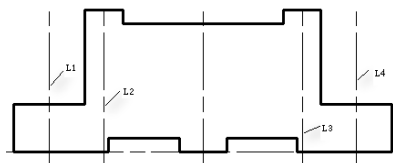
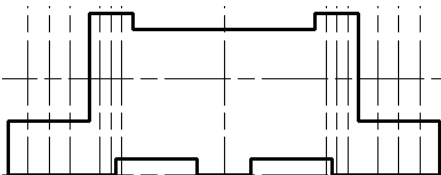

图 9-54 偏移结果
图 9-55 偏移中心线
- 05 单击【修改】工具栏 按钮, 将垂直构造线分别向左右两边分别偏移 21 和 32.5 个绘图单位, 结果如图 9-54 所示。
- 06 重复【偏移】命令将图 9-54 所示的 L1 和 L4 分别向左右两边偏移 4 个绘图单位, 将 L2 和 L3 分别向左右两边偏移 2 个绘图单位, 将水平中心线向上偏移 18 个绘图单位, 结果如图 9-55 所示。